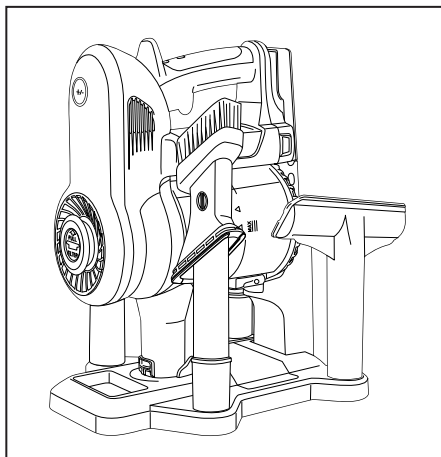

Fig. 3
3. Placez les autres outils sur la station de rangement/recharge (Fig. 3).